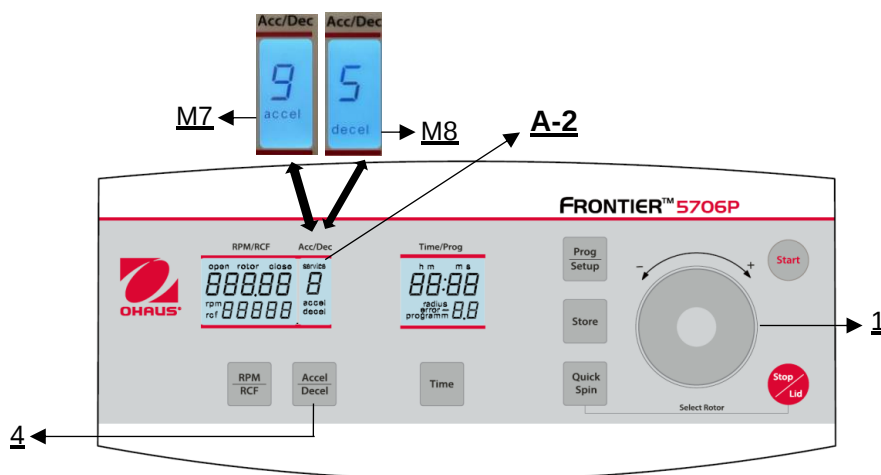

Abbildung 19
Diese Funktion wird über die Taste "**Accel/Decel**" (4) aktiviert (siehe Abbildung 19).